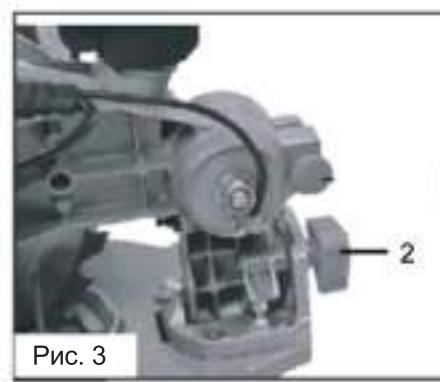

Рис. 3
2. Ослабьте винт блокировки наклона 2 (Рис. 3) и установите блок мотора на отметку 0° . Затяните винт блокировки.
Для установки угла наклона необходимо ослабить фиксирующую винт 2 (Рис.3), установить необходимый угол распила, ориентируясь на шкалу угла наклона, и надёжно затянуть фиксирующий винт.